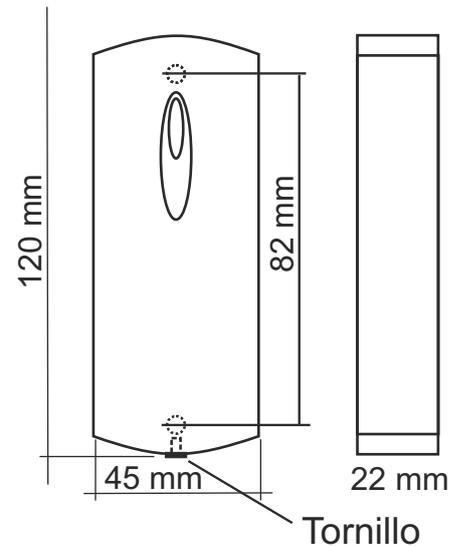

Figura 2. Medidas del dispositivo
- marque y taladre los orificios de montaje, según la figura 2;